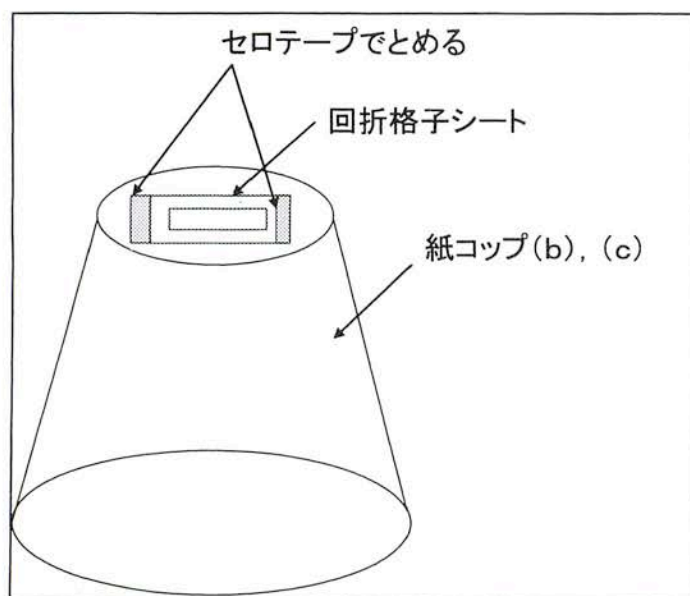

図10 紙コップ (b)、(c) に回折格子シートをはる。回折格子シートの両端をセロテープでとめ、中央の窓部分にセロテープをはみ出さないようにする。
2. 紙コップ(b)と(c)の底の裏側に 20mm角の回折格子フィルムをセロテープではります (フィルムの周辺部分をとめます) (図10)。